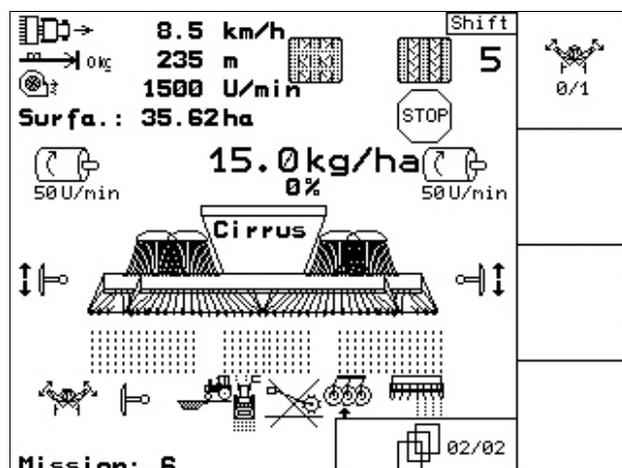

Fig. 72
-  confirmez les réglages et inscrivez sur la fenêtre menu qui s'ouvre, la valeur de l'échelle graduée qui est affichée par le levier du boîtier variateur sur l'échelle graduée (Fig. 72).